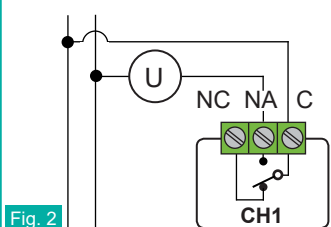

Fig. 2
- 2 - Effettuare il collegamento elettrico **CH1** (Fig. 2/3) e **CH2** (Fig. 4).